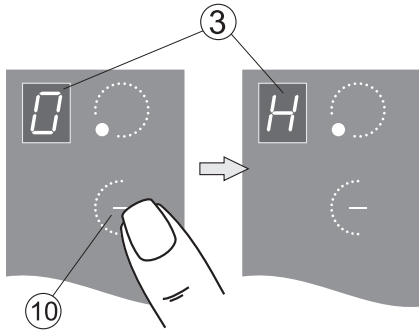

Рис.10
После выключения конфорки в окне индикации ③ (рис. 10) высвечивается буква «Н» (от англ. hot – «горячий»).